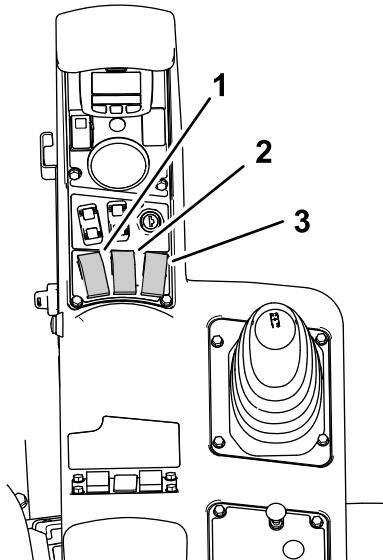
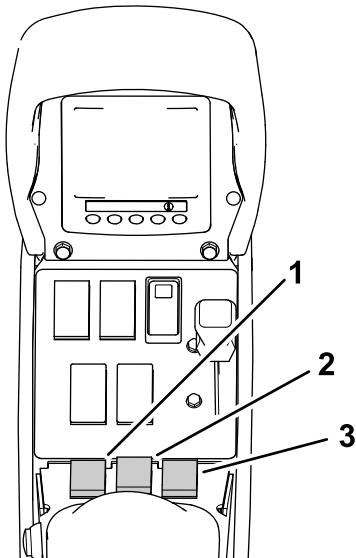

図 64
図 65
- ブームスイッチ3つ車両のコントロールコンソールにあるを ON にセットする図 64 と図 65。